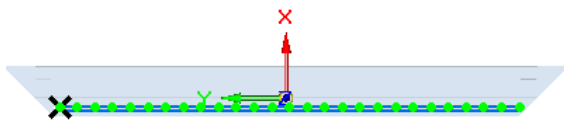

图 8.13.24 绘制矩形阵列轮廓
(4) 绘制矩形阵列轮廓。单击“特征”区域中的  按钮，绘制图 8.13.24 所示的矩形。
① 定义阵列类型。在“阵列”命令条  后的下拉列表中选择 **固定**。
② 定义阵列参数。在“阵列”命令条  后的文本框中输入阵列个数为 27，输入间距为 25；在“阵列”命令条  后的文本框中输入阵列个数为 1；单击右键确定。
③ 单击  按钮，退出草绘环境。
(5) 单击  按钮，完成特征的创建。